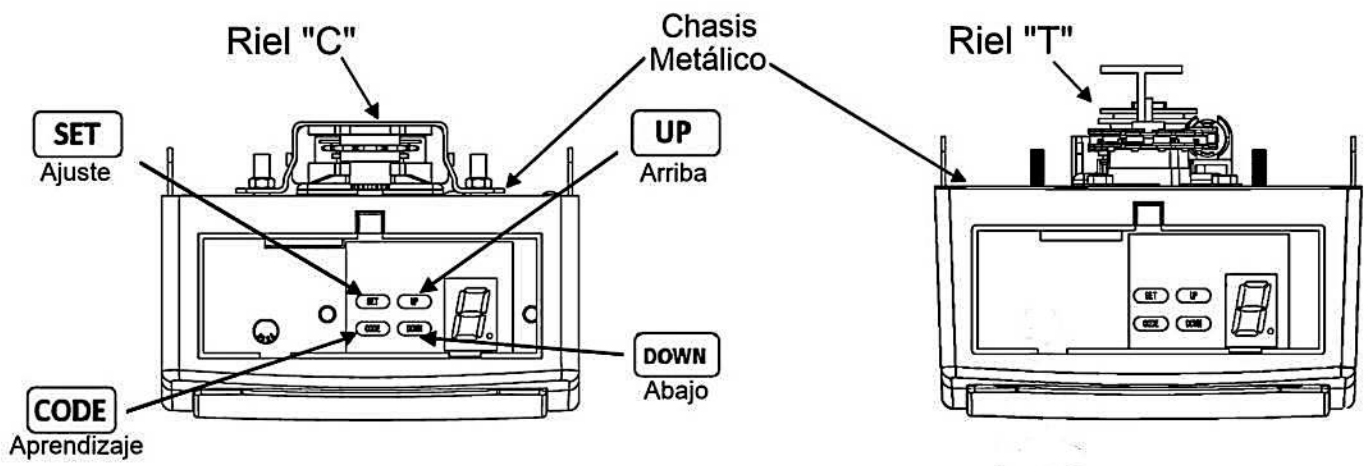

Fig.3
**14. Chasis Metálico, Robusto y Seguro para Aplicaciones sobre Riel "C" ó Riel "T". (Fig.3)**
**15. Botones de Operación Arriba / Abajo (para Configuración). (Fig.3)**